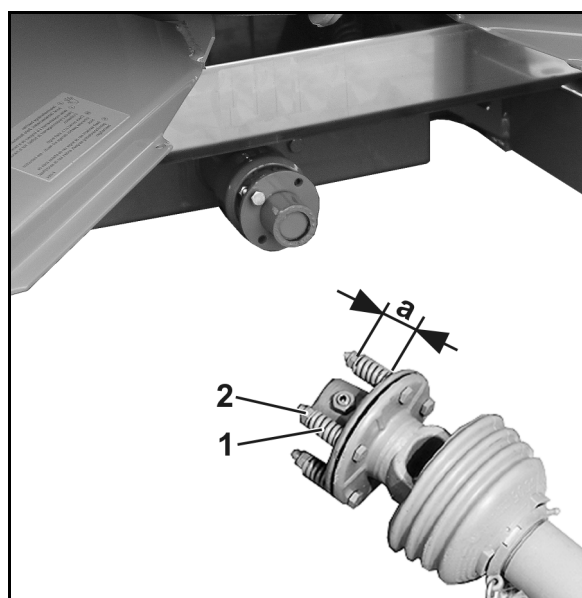

Bild 91
2. Slacka fjädrarna (Bild 91/1) genom att lossa respektive mutter (Bild 91/2).